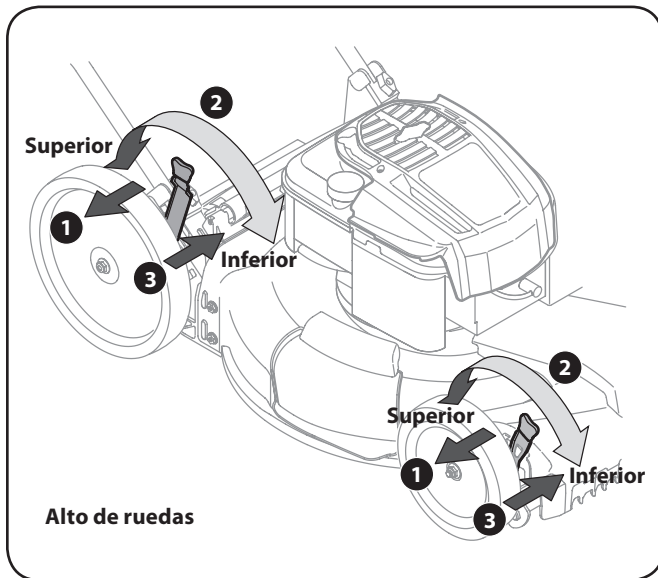

Figure 3-11
2. Muévela a cualquier de las posiciones para la altura de corte deseado. Vea Figure 3-10 y Figure 3-11.